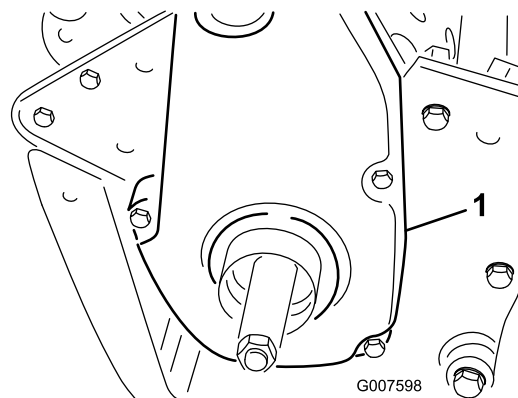

Figura 30
1. Retire las fijaciones de la cubierta de la correa y la cubierta para tener acceso a la correa (Figura 30).